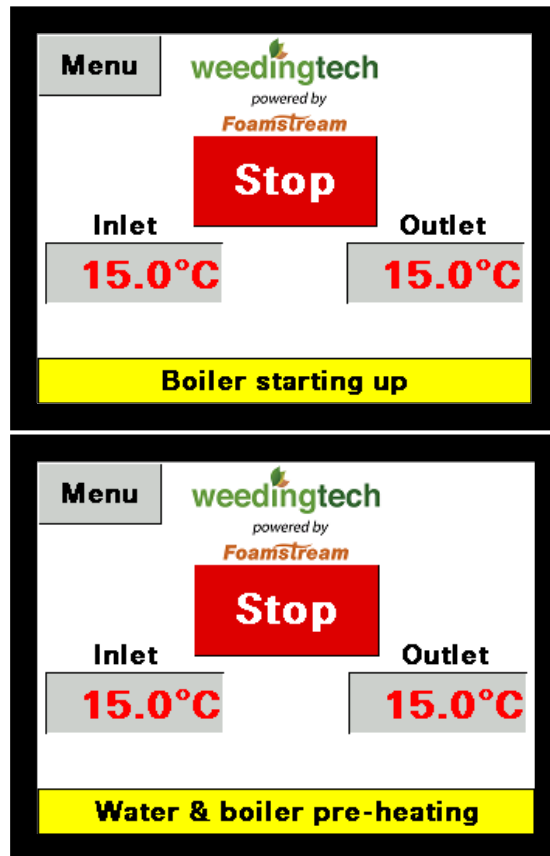

Figure 6 - Écran de fonctionnement du PLC
- ✓ Appuyer sur le bouton « DÉMARRER »; il vire au vert et l'écran présenté à la Figure 6 s'affiche.